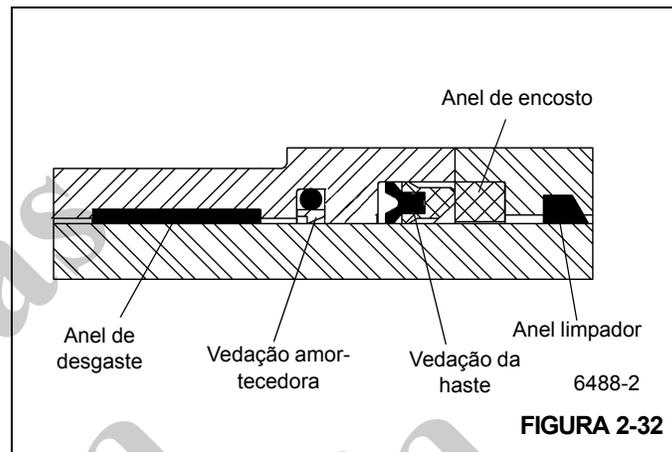

FIGURA 2-32
2. Instale o anel limpador, os anéis de desgaste, a vedação amortecedora e a vedação da haste na parte interna da cabeça do cilindro, assegurando que as vedações sejam montadas corretamente e instaladas na direção correta (Figura 2-32).